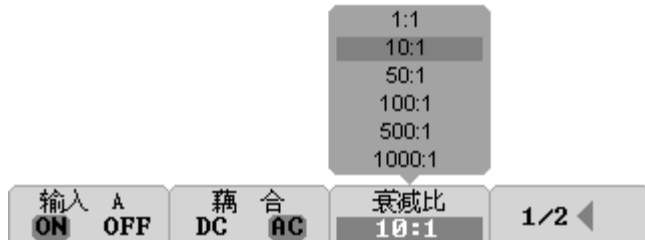

图 1-8 探头衰减比调整
② 在示波表上需要设置探头衰减比。此衰减比将改变仪器的垂直档位倍率，从而使得测量结果正确反映被测信号的幅值。设置探头衰减比的方法如下：打开通道 A 或 B 的菜单，按 F3 选择探头衰减比如图 1-8 所示：